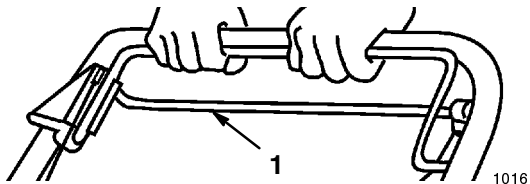

Figure 13
2. Pour débrayer l'autotraction, relâchez la barre (Fig. 13), puis poussez la tondeuse en avant manuellement sur une distance minimum de 2,5 cm.